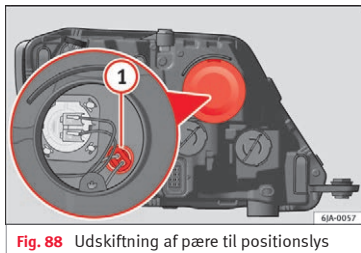

Fig. 88 Udskiftning af pære til positionslys
- Tag beskyttelseskappen » **Fig. 88** af.
- Træk fatningen » **Fig. 88** **1** udad og af.